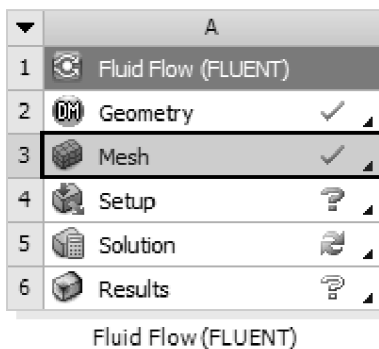

Рис. 3.23
- 4) Окно проекта примет вид, рис. 3.23: